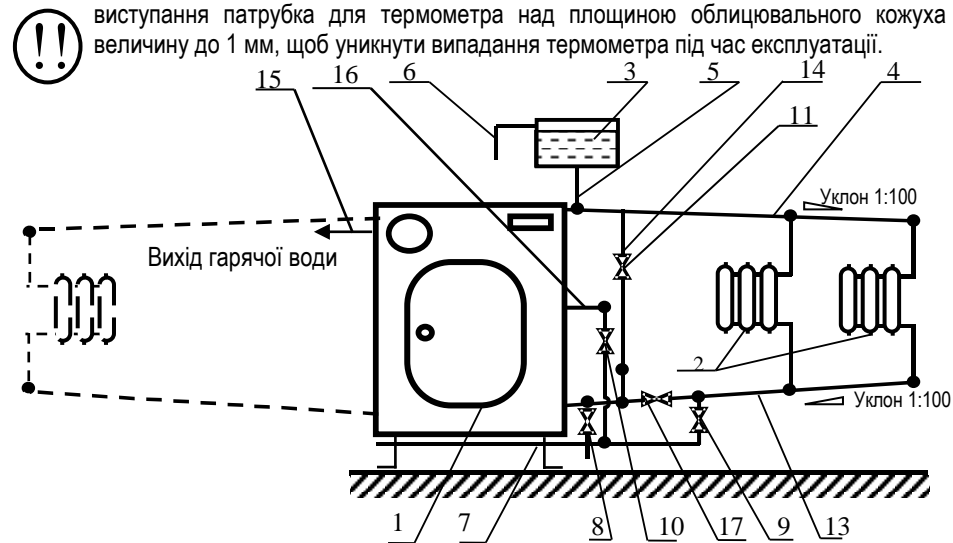
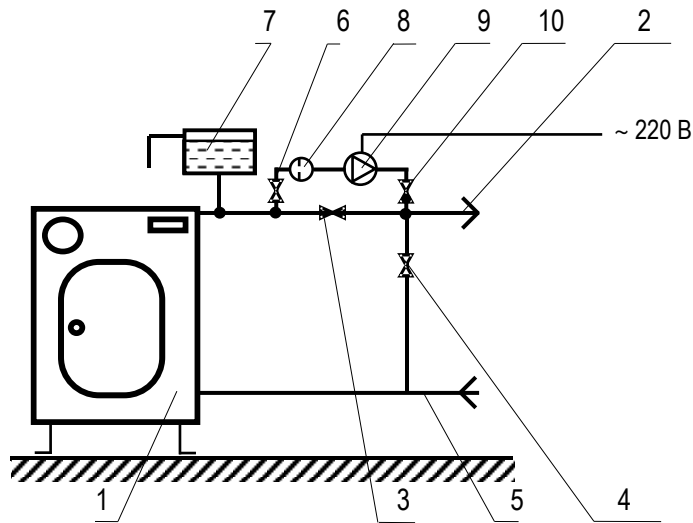

Рис. 5 Принципова схема підключення апарата до системи опалення і гарячого водопостачання (рекомендована)
Рис. 6 Схема підключення циркуляційного насосу до апарата опалювального (рекомендована)
2.2.2.2 Принципова схема підключення апарата до системи опалення та гарячого водопостачання наведена на **рис. 5. Підбір опалювальних приладів (радіаторів) і**
2.3.8 При користуванні гарячим водопостачанням температуру гарячої води регулюйте потоком холодної води краном 10 (див. рис. 5)
діаметр трубопроводів в системі опалення в кожному окремому випадку виконується за розрахунками, виконаними спеціалізованою організацією, за умов досягнення циркуляції води яка б забезпечила температуру води в подаючому трубопроводі 50°C і 40°C в зворотному трубопроводі при температурі повітря 0°C. Рекомендовано - система опалення розраховується з урахуванням 10 л води на 1 кВт потужності апарата. Схема підключення циркуляційного насоса до апарата опалювального наведена на рис. 6. Для отримання гарячої води з водонагрівача необхідно підтримувати температуру води в апараті 80-90°C, для чого при монтажі апарата (рис. 5) рекомендується встановлювати перепускную трубу з краном 11.